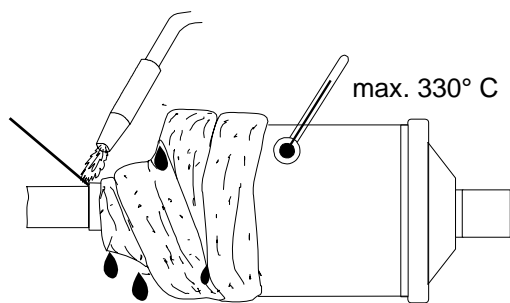

Fig. 1
- Al soldar, dirigir la llama fuera del filtro secador para evitar un posible deterioro interno. Utilizar trapos húmedos u otros sistemas adecuados para protegerla del calor (ver Fig. 1).